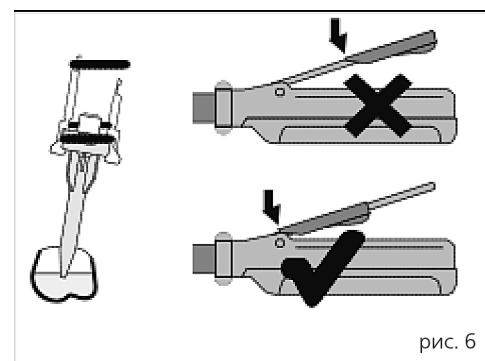

рис. 6
- г) Встановіть обмежувач на ручці (Рис.6).